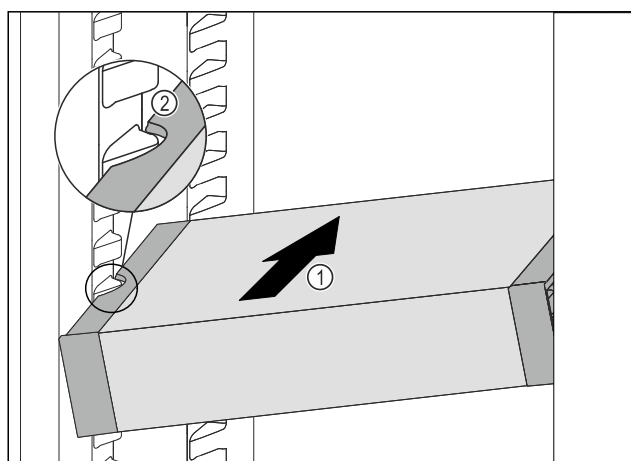

Fig. 93
- ▶ VarioSafe wsunąć ukośnie do chłodziarki Fig. 93 (1), aż boczne wycięcia Fig. 93 (2) VarioSafe będą się znajdować na wysokooci żeber pojemnika w chłodziarce.